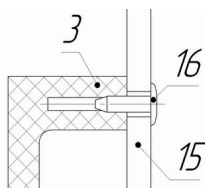
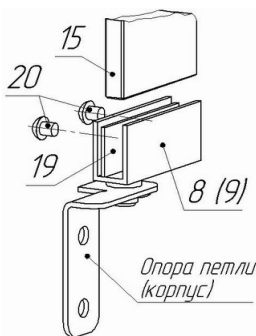
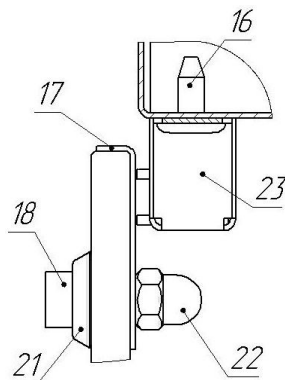

Рис. 2. Схема установки ручки.
Рис. 3. Схема установки петли.
Рис. 4. Схема установки накладки
2.2. Установите шампуры 6. Установите на стеклянные двери 15 ручки 3 при помощи саморезов 16 (рис. 2); накладки магнитной защелки 17 закрепите при помощи винтов 18, с шайбами 21 и гайками колпачковыми 22 (рис. 4). Затем стекла 15 закрепите в петлях 8 и 9 (рис. 3) посредством винтов 20 М4х5 и металлических прокладок 19 (40х15), выровняв стекла горизонтально. При необходимости выровняйте магнитные защелки 23 таким образом, чтобы их контакт с накладками 17 осуществлялся по всей поверхности магнитных пластин. Для этого ослабьте саморезы 16 (рис. 4), выровняйте магнитные защелки 23 и снова заверните саморезы.